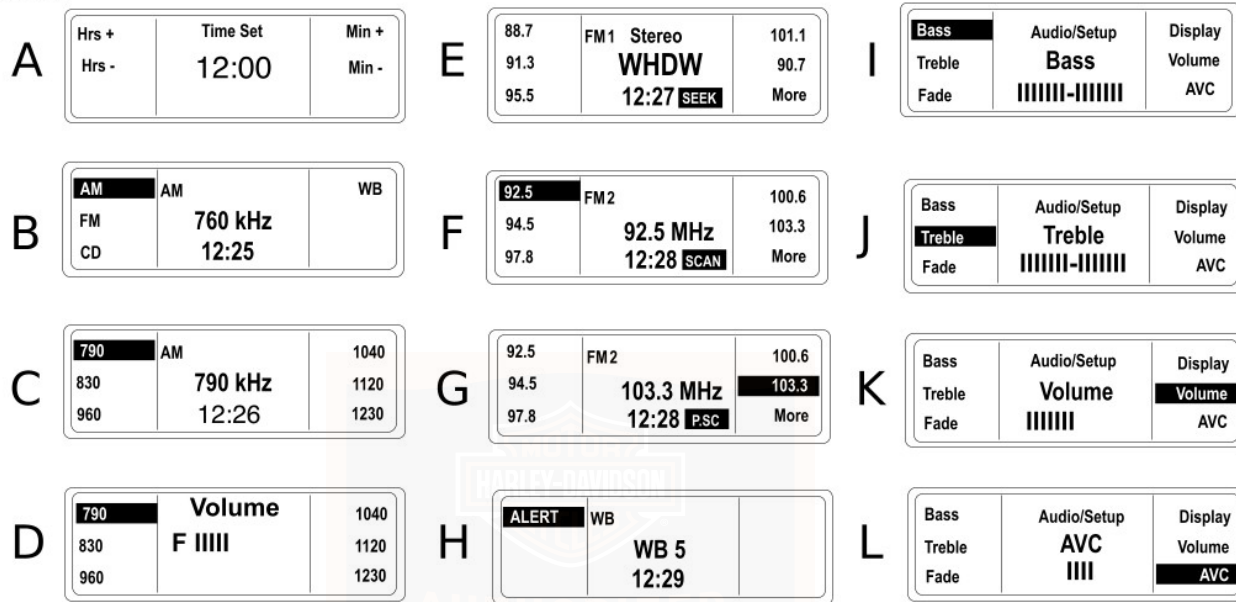

Figure 33. Exemples d'affichage à cristaux liquides
Voir A dans la Figure 33. Pour augmenter les heures sur l'affichage, appuyer sur la touche programmable Hrs+. Pour diminuer les heures, appuyer sur la touche programmable Hrs-. Quand l'heure est correcte, relâcher la touche programmable.
Voir B dans la Figure 33. L'affichage à cristaux liquides met en évidence la bande sélectionnée.
Voir D dans Figure 33. Quand le récepteur est en service, il est possible de régler le volume en appuyant sur le (+) du commutateur **AUDIO** pour augmenter le volume ou sur le (-) pour diminuer le volume.
Voir E dans la Figure 33. Normalement, le système audio avancé reproduit les signaux FM en stéréo. L'affichage à cristaux liquides indique **STEREO** (stéréo).
Voir H dans Figure 33. Les diffusions sur les fréquences de la National Oceanic and Atmospheric Administration (NOAA) National Weather Band (WB) ne sont disponibles qu'en Amérique du Nord.
Voir E dans Figure 33. Dans le mode de recherche (SEEK), la radio passe à la station suivante possédant un signal fort.
Voir F dans Figure 33. Maintenir enfoncé le commutateur de sélection de mode (**MODE SEL**) vers le haut (**UP**) ou vers le bas (**DN**) pendant environ 5 secondes pour balayer la bande pour les signaux des stations fortes. Chaque station forte reste accordée pendant 8 secondes avant que la radio ne
Voir C dans la Figure 33. AM peut enregistrer 6 fréquences préregistrées.
*Voir E et F dans la Figure 33. Des bandes FM1 et FM2 séparées permettent au conducteur de mémoriser 2 groupes de 5 fréquences FM préregistrées (total de 10). Utiliser la touche programmable **More** (plus) pour basculer entre FM1 et FM2. La plage totale de fréquences FM peut être sélectionnée pour FM1 ou FM2.*
Voir G dans Figure 33. Dans le mode balayage (SCAN), la radio syntonise d'une station forte à la suivante jusqu'à l'annulation du balayage. Une icône P.SC est affichée tant que le balayage pré-réglé est actif.
Voir D dans la Figure 33. Le volume est ajusté à l'aide du commutateur de commande audio (**AUDIO**) sur la poignée gauche. À l'aide du pouce gauche, enfoncer le commutateur
Voir K dans la Figure 33. On peut également régler le volume sur Audio/Setup (audio/réglage).
Graves (BASS) : Voir I dans la Figure 33. Appuyer sur **AUDIO** pour afficher Audio/Setup (audio/réglage) des graves. À l'aide du pouce gauche, enfoncer le commutateur de commande audio (**AUDIO**) vers le haut (+) pour augmenter les graves
Aigus (TREBLE) : Voir J dans Figure 33. A partir d'Audio/Setup (audio/réglage) Bass (graves), appuyer brièvement sur **AUDIO** pour passer sur Treble (aigus). À l'aide du pouce gauche, enfoncer le commutateur **AUDIO** vers le haut (+) pour augmenter les aigus ou vers le bas (-) pour diminuer les aigus.
Voir J dans la Figure 33. L'affichage à cristaux liquides affiche le mot Treble (aigus) et un graphique à barres qui change de longueur en fonction du réglage. Le trait central court indique un réglage médian.
Voir L dans Figure 33. La commande de volume automatique (AVC) règle automatiquement le volume et compense ainsi pour le bruit ambiant associé à la vitesse de la motocyclette.